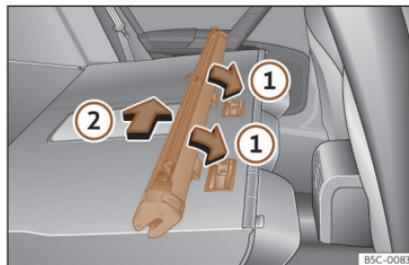

Fig. 134 Montar la red de separación en los respaldos del asiento trasero.
- Coloque la carcasa de la red en los rebajes de los carriles de sujeción en el sentido de las flechas»» fig. 134 ①.
- Empuje la carcasa hacia el lado izquierdo del vehículo en el sentido de la flecha »» fig. 134 ② y hasta el tope.
- Tire de la carcasa de la red aproximadamente 5 cm en el sentido contrario de la flecha»» fig. 134 ②.
- Extraiga la carcasa de los carriles de sujeción tirando en el sentido contrario al de las flechas»» fig. 134 ①.